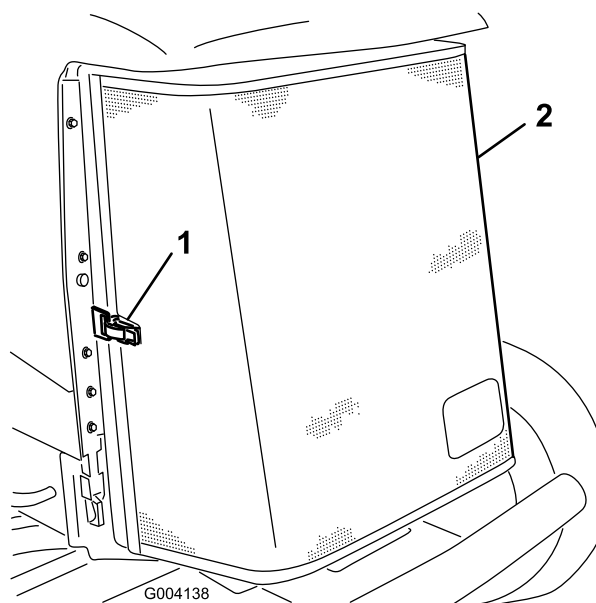

Bild 112
5. Entriegeln Sie die das hintere Gitter und schwenken Sie es auf (Bild 112).